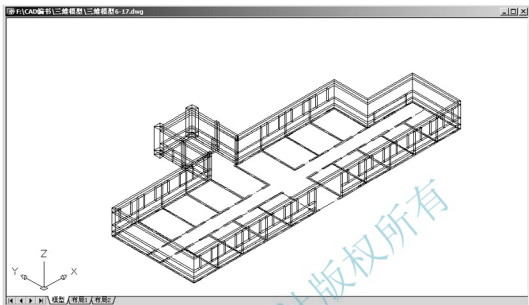

图 6.16 绘制窗上部墙体
(1) 仍用 ELEV 命令绘制窗上部墙体。
① 在命令行输入“ELEV”后按 Enter 键。
② 在指定新的默认标高 <0.0000>: 提示下，按 Enter 键，表示当前高程为“0”，即多段线的起点设在 XY 平面上。
③ 在指定新的默认厚度 <0.0000>: 提示下，输入“600”，表示当前厚度为 600mm，即窗上部墙体的高度。
(2) 在命令行输入“PL”后按 Enter 键，启动绘制多段线命令，此时当前线宽仍为“240”。
- ① 在**指定起点**：提示下，捕捉宿舍楼的任一转角点。
- ② 在**指定下一点或 [圆弧 (A)/ 闭合 (C)/ 半宽 (H)/ 长度 (L)/ 放弃 (U)/ 宽度 (W)]**：提示下，依次捕捉宿舍楼的其他转角点，最后在首尾闭合处输入“C” (Close) 后按 Enter 键结束命令，结果如图 6.16 所示。